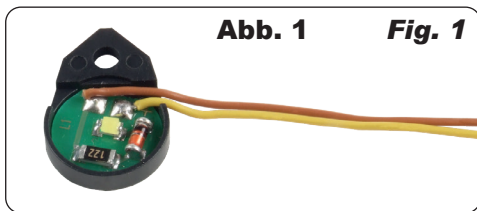

Abb. 1 Fig. 1
2. Legen Sie die Beleuchtungsplatine in den Montagering. Achten Sie dabei auf korrekte Kabelführung. (Abb. 1)
2. Place the lighting board into the mounting ring. Observe the correct position of the yellow and brown cables. (See fig. 1)